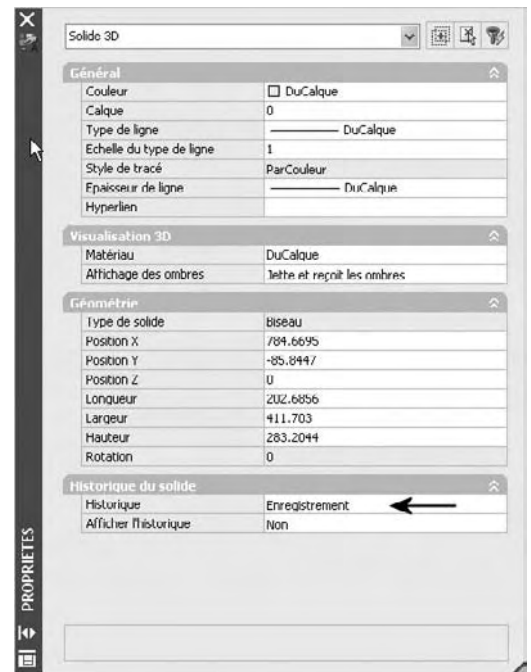

Fig.3.37
**Pour spécifier qu'un solide doit enregistrer un historique de ses formes d'origine (fig.3.37) :**